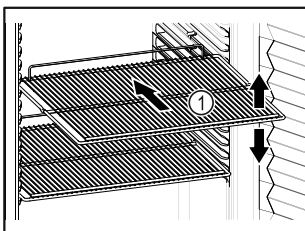

Fig. 61 Näitlik kujutis
- Kui hoiurestid Fig. 61 (1) on teisaldatavad, siis kohandage olenevalt kõrgusest.